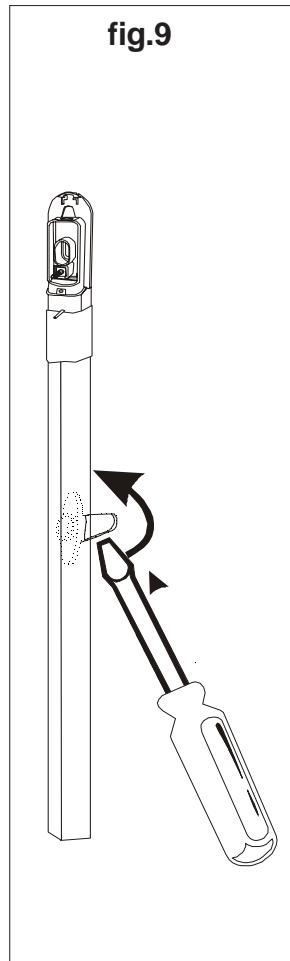

fig.9
- Spingere con un cacciavite le alette dei blocchi intermedi facendole ruotare (fig.9)